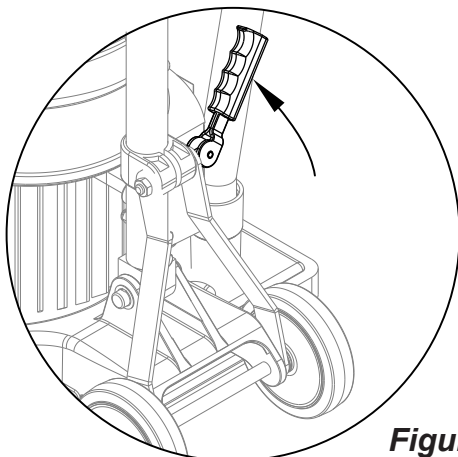

Figura 1
2. Eleve y bloquee la manija en posición vertical. Para trabar el mango, tire hacia arriba de la palanca de liberación de compresión del mango (Consulte la Figura 1).